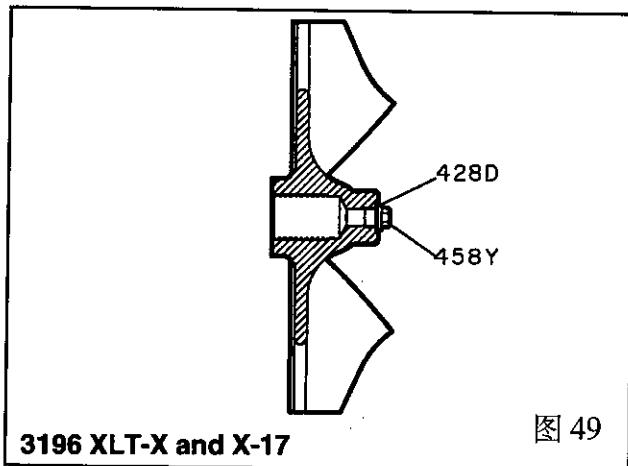

图 49
- 从叶轮(101)前端拆下叶轮螺栓(458Y)并废弃 Teflon® 垫片 (428D)(图 49)。